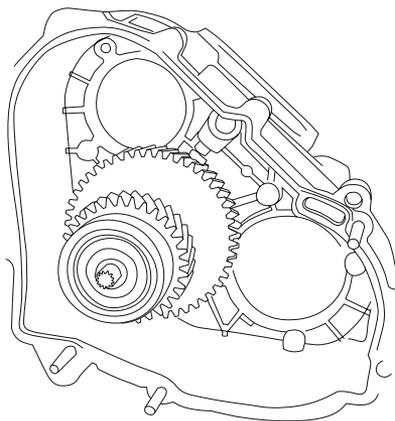

Рис. 2
2. Установите промежуточный вал в сборе в картер корпуса раздаточной коробки. Зубчатый венец промежуточного вала при этом упрётся в стенку картера (Рис. 2).